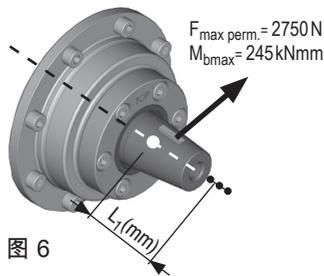

图 6
- 如图 6 所示，在力的作用点上所施加的最大皮带张紧力不超过  $F_{\max \text{ perm.}} = 2750 \text{ N}$ 。
- 如果力的作用点前移，(如图6小点处)，则应按以公式计算允许最大皮带张紧力  $F_{\max \text{ perm.}}$ 。